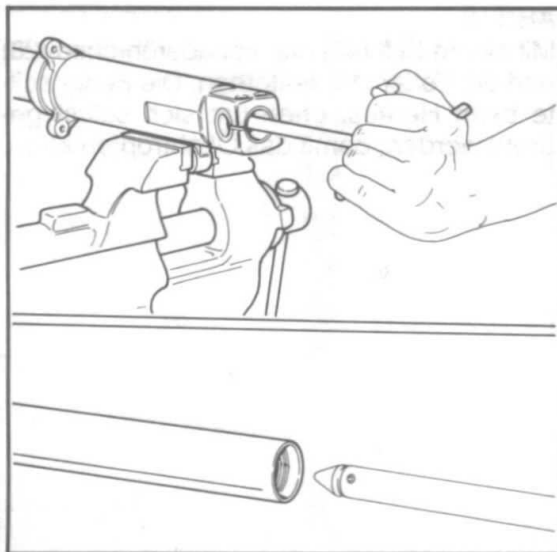

ABB. 5 (EINFEDERUNGS-GABELHOLM KOMPLETT)
das Röhrchen bis zum Anschlag auf den Kolben schieben, die unter Abb. 5 verwendete Gegenspitze in das Ende der Stange einführen, dann das Standrohr zur Gegenspitze hin schieben, bis sie am anderen Ende des Standrohrs herauskommt.
Mit Hilfe desselben Stiftes, der zum Zerlegen verwendet wurde (Abb. 5), den Zusammenbau vornehmen. Den bereits montierten Holm auf den Stift bringen und dann die Schraube (40) mit einem Innensechskantschlüssel (Bez. 40) anziehen. Während dieses Arbeitsganges sollte das Standrohr gedreht werden, so dass jeder Einbaufehler ausgeschlossen ist. Wenn sich das Standrohr nach dem Festziehen nicht im Gleitrohr drehen kann, ist der Einbau mit grösserer Sorgfalt zu wiederholen.